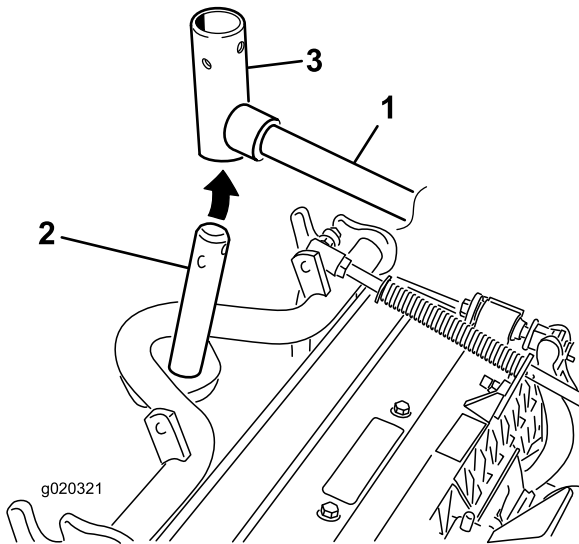

Figure 7
8. Pour les plateaux de coupe avant, poussez un plateau de coupe sous le bras de relevage tout en insérant l'arbre du bâti porteur dans la chape de pivot du bras de relevage (Figure 7).
- B. Insérez la chape du bras de relevage sur l'arbre du bâti porteur (Figure 7).